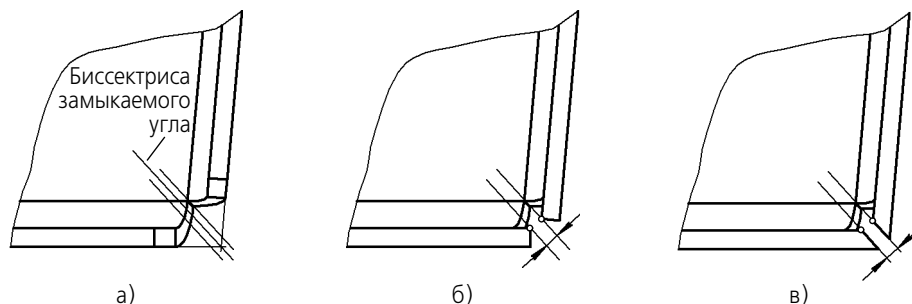

Рис. 97.35. Определение положения сторон угла при замыкании встык и плотном замыкании
1. В плоскости измерения зазора строится биссектриса замыкаемого угла (рис. 97.35, а).
2. С каждой стороны от биссектрисы на расстоянии, равном половине величины зазора, проводятся параллельные линии (рис. 97.35, а).
3. Стороны угла продолжают до соприкосновения с полученными линиями (рис. 97.35, б). При плотном замыкании стороны угла дополнительно модифицируются: их боковые грани становятся параллельны биссектрисе (рис. 97.35, в).